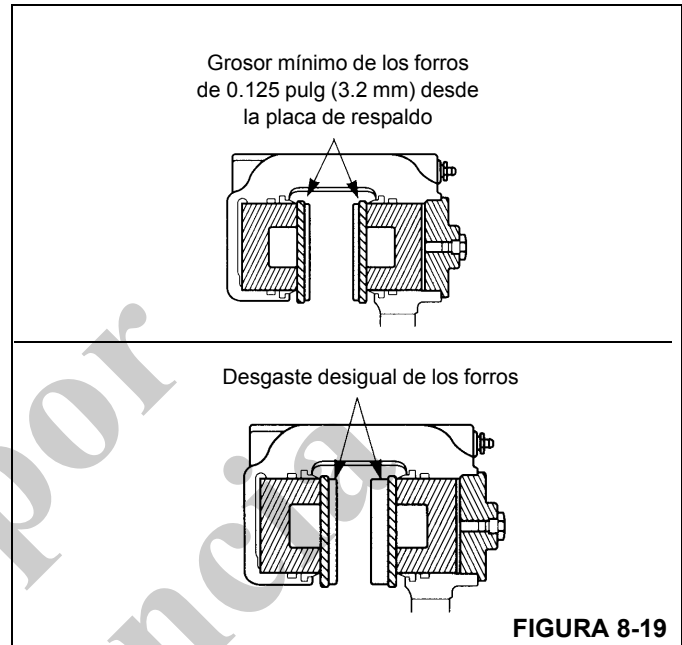

FIGURA 8-19
- Desgaste de forros: Reemplace los forros cuando su grosor mida menos de 0.125 pulg (3.2 mm) medido desde la placa de respaldo. Consulte la Figura 8-19.
cavidad. Compruebe que la superficie del disco esté plana y paralela respecto a los forros. Consulte la Figura 8-19.